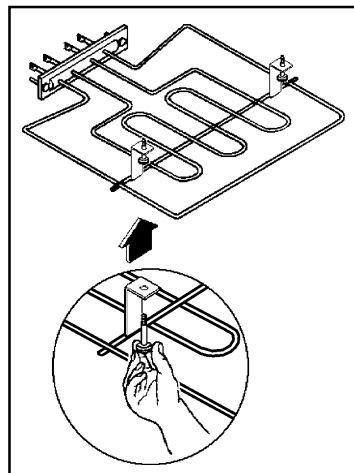

Abb. 9
- Hierfür die Rändelschrauben (siehe Abb.9) herausdrehen. Dazu evtl.einen Schraubendreher verwenden.